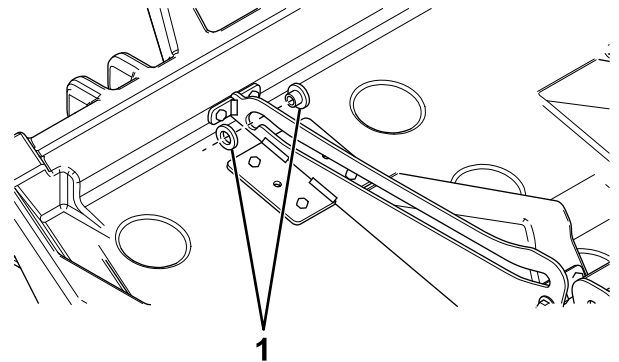

Figure 19
1. Enclenchez un galet dans la fente de chaque glissière (Figure 19).